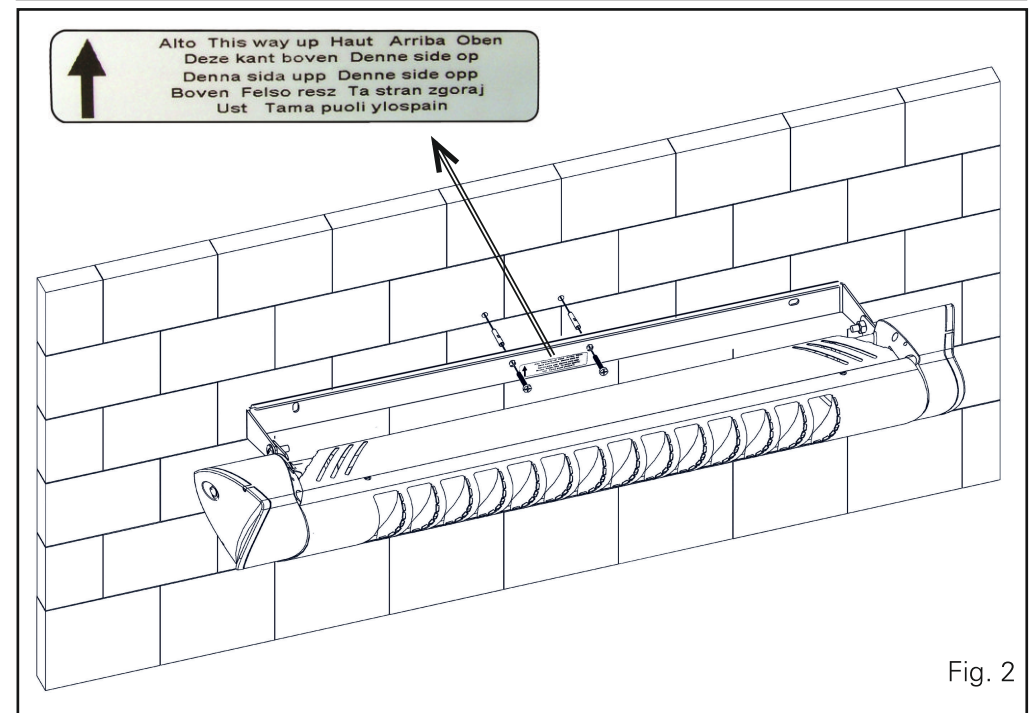

Fig. 2
1. **Oldalfalra szerelhető:** Mielőtt felfúrná a fali konzolt a falra, győződjön meg róla, hogy a fal tömör, és a furatok nem fúrnak át víz vagy gázvezeték. 5 mm átmérőjű furatot fúrjon a falba, majd a konzolhoz tartozó tiplikkel és csavarokkal rögzítse fel a fali konzolt (fig. 2). A konzolra ezután rögzítse a SHARKLITE-ot. Ügyeljen, hogy a nyíl a címken felfelé nézzen.